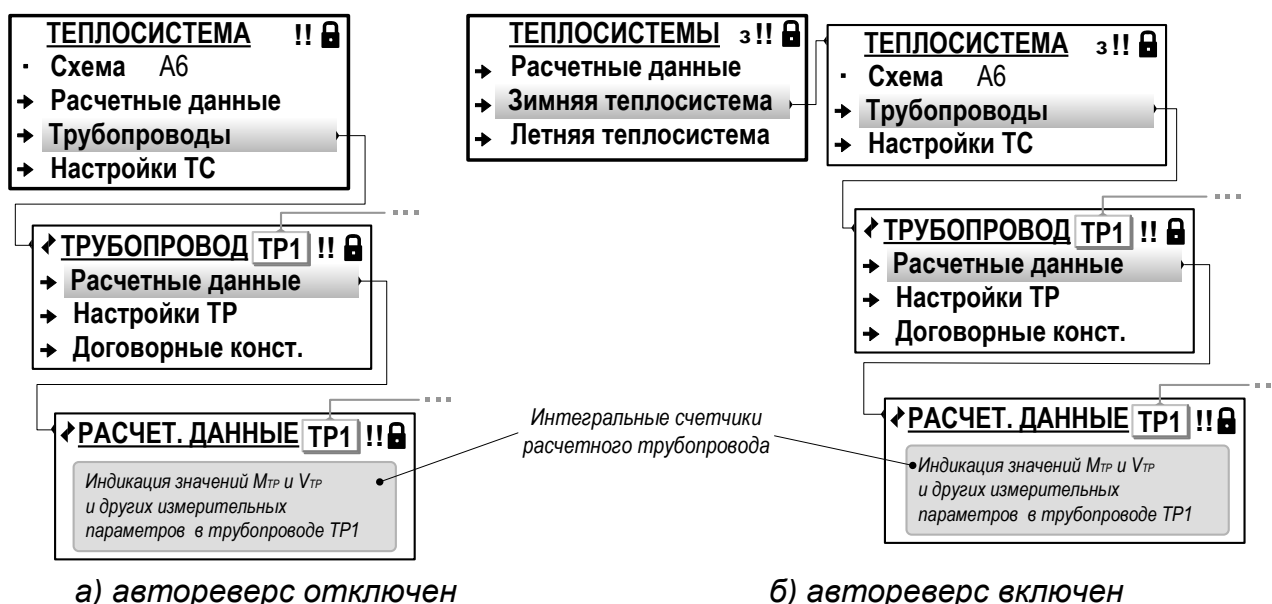

Рис.41. Вид меню «Расчетные данные» трубопровода (режим РАБОТА).
7.9.1.2. В интегральных счетчиках расчетных трубопроводов (меню **Теплосистема / Трубопроводы / Расчетные данные** или **Теплосистемы / Зимняя теплосистема (Летняя теплосистема) / Трубопроводы / Расчетные данные** рис.41) накапливаются значения параметров:
в) текущие значения параметров в расчетных трубопроводах ТР1, ..., ТР4 (меню **Теплосистема / Трубопроводы / Расчетные данные** или **Теплосистемы / Зимняя теплосистема (Летняя теплосистема) / Трубопроводы / Расчетные данные** рис.41):